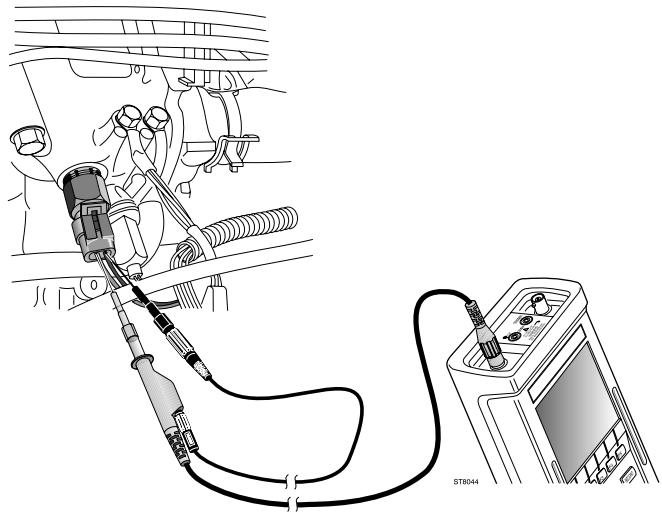

Bild 32, Testen eines Temperaturföhlers
3. Schließen Sie die Meßleitungen so an, wie dies von der Funktion 'Anschlußhilfe' und in Bild 32 dargelegt wird.